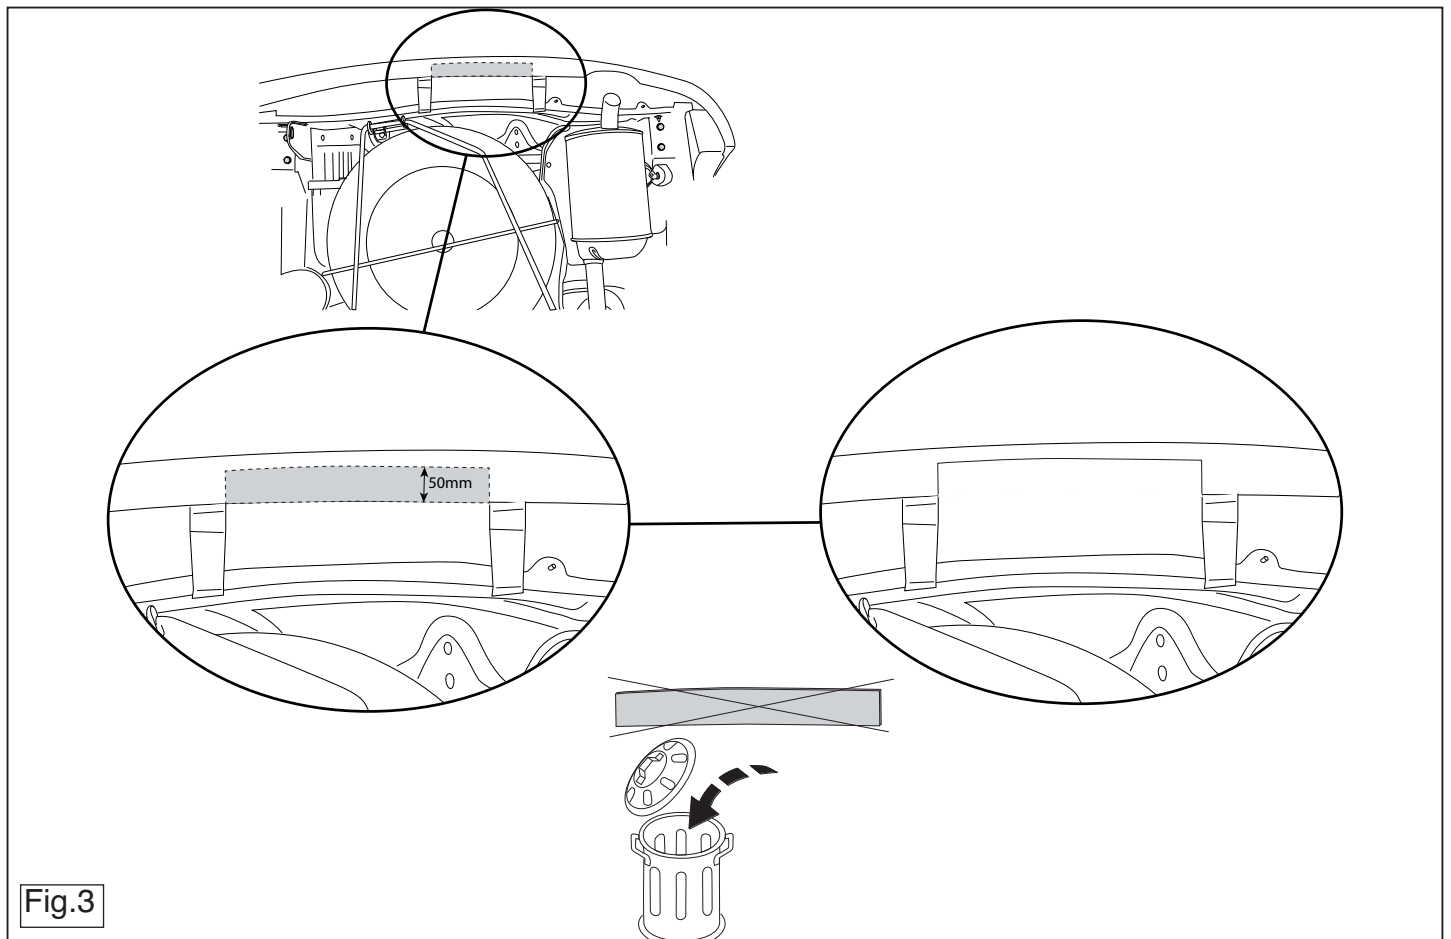

Fig.3
5. Saw out the indicated section in accordance with figure 3 and 4.
5. Gemäß Abb. 3 und 4 das angegebene Teil abschneiden.
5. Découper la partie indiquée conformément à la figure 3 et 4.